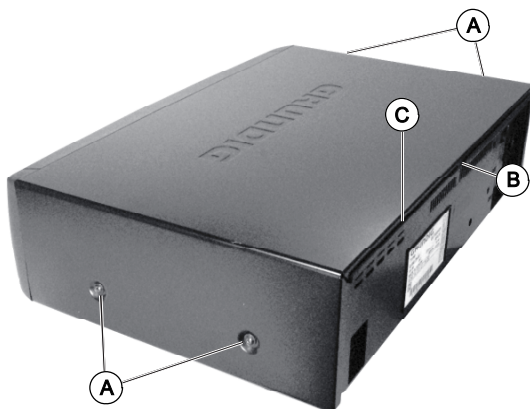

Fig. 1
- 4 Schrauben (A) herausdrehen (Fig. 1).
- Rasthaken (B) (Fig. 1) lösen, Gehäuseoberteil hinten anheben und 1cm nach hinten schieben.
Montagehinweis: Das Gehäuseoberteil muß in die Rille (C) der Rückwand eintauchen (Fig. 1).
- Undo 4 screws (A) (Fig. 1).
- Release catch (B) (Fig. 1), lift the cabinet upper part on the rear edge and push it backwards by 1cm.
Reassembly: The cabinet upper part must fit into the groove (C) on the back panel (Fig. 1).